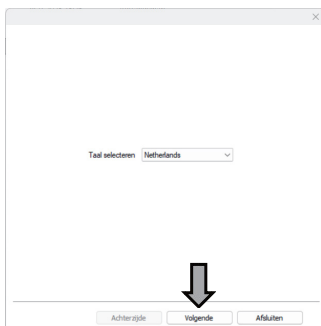

Bild 2
- ② Öppna installationsfönstret för skrivardrivrutinen, välj önskat språk och klicka på "Nästa" (se bild 2).